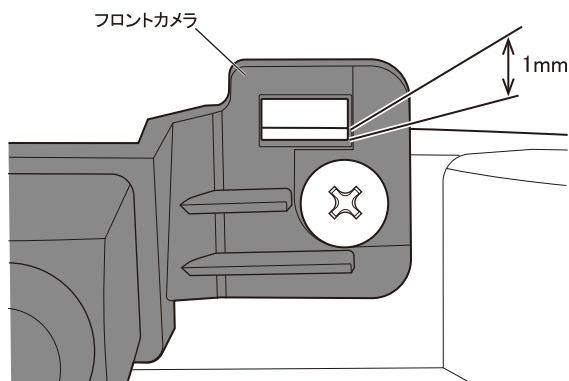

図6 ⑭スピードナット取付け
10. 図6を参照し、①フロントグリル裏側のブラケットに⑭スピードナットを取付けます。